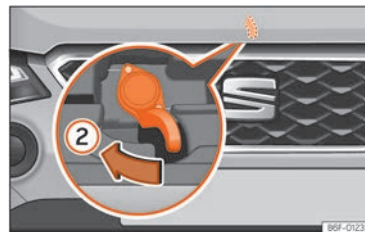

Fig. 179 Palanca bajo el capó.
- Para levantar el capó haga presión hacia la izquierda con la palma de la mano hacia abajo en la palanca situada debajo del capó, en el centro » » » **fig. 179 ②**. Los ganchos de sujeción quedan desbloqueados.